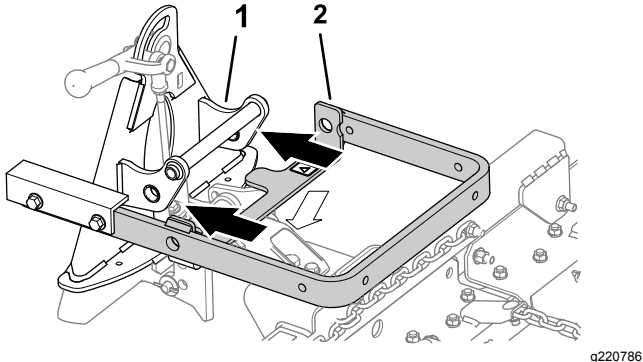
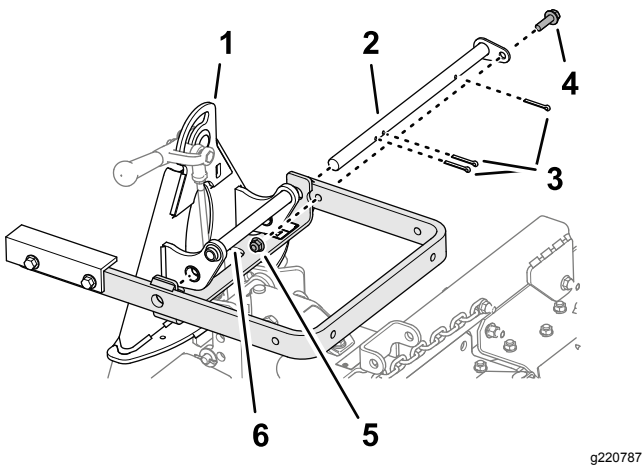

Bild 5
Bild 6
4. Richten Sie den Hubarm mit der Halterung am Anbaugerätadapter aus (Bild 5) und schließen Sie diese mit der Gelenkstange an, siehe Bild 6.
Hinweis: Bewegen Sie den Anbaugerätadapter mit dem Griff hinten am Adapter (Bild 5).
5. Befestigen Sie die Gelenkstange mit drei Splints und einer Schraube ($\frac{3}{8}$ " x $1\frac{1}{4}$ ") und einer Sicherungsmutter (Bild 6).